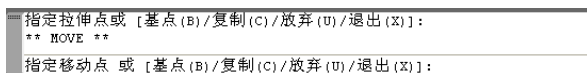

图 3-65 选择夹点模式“移动(MOVE)”
(3) 按〈Enter〉键或空格键遍历夹点模式, 直到显示夹点模式“移动(MOVE)”, 如图 3-65 所示。